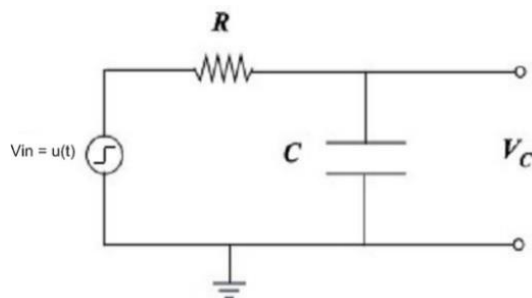

Figura 8: Circuito RC
1. Utilizando a placa de furos, monte o circuito RC mostrado na figura 8. Use, por exemplo, $R=10 \text{ k}\Omega$, $C=10 \text{ nF}$ e como tensão de entrada um sinal quadrado de frequência $\sim 500 \text{ Hz}$